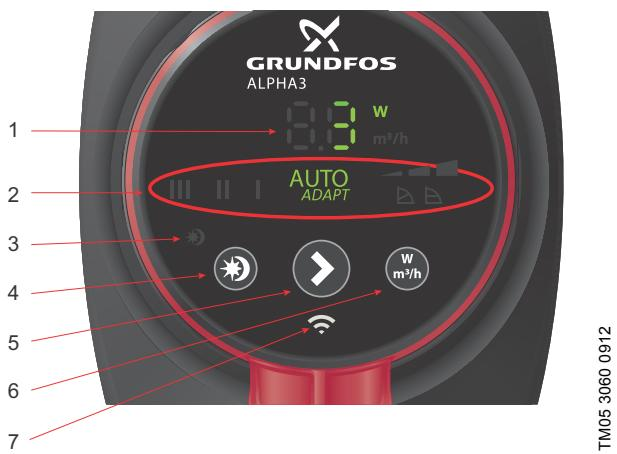

Fig. 18 Painel de controlo
O circulador tem dez configurações de desempenho opcionais que pode seleccionar com o botão (5). Consulte a fig. 18.
A luz em indica que o Funcionamento Nocturno Automático está activo. Consulte a fig. 18, pos. 3. Consulte também a secção 7.5 Botão para activação ou desactivação do Funcionamento Nocturno Automático.
O botão activa e desactiva o Funcionamento Nocturno Automático. Consulte a fig. 18, pos. 4.
O campo luminoso acende-se quando o Funcionamento Nocturno Automático está activo. Consulte a fig. 18, pos. 3.
De cada vez que prime o botão , a configuração do circulador é alterada. Consulte a fig. 18, pos. 5.